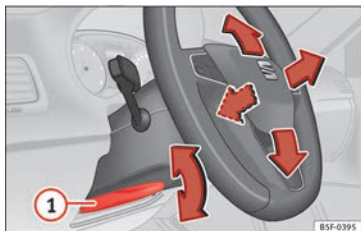

Abb. 20
Lenkradposition einstellen: Ziehen Sie den Hebel » Abb. 20 (1) nach unten, bringen Sie das Lenkrad in die gewünschte Position und schieben Sie den Hebel wieder nach oben, bis er seine Verriegelungsposition erreicht.